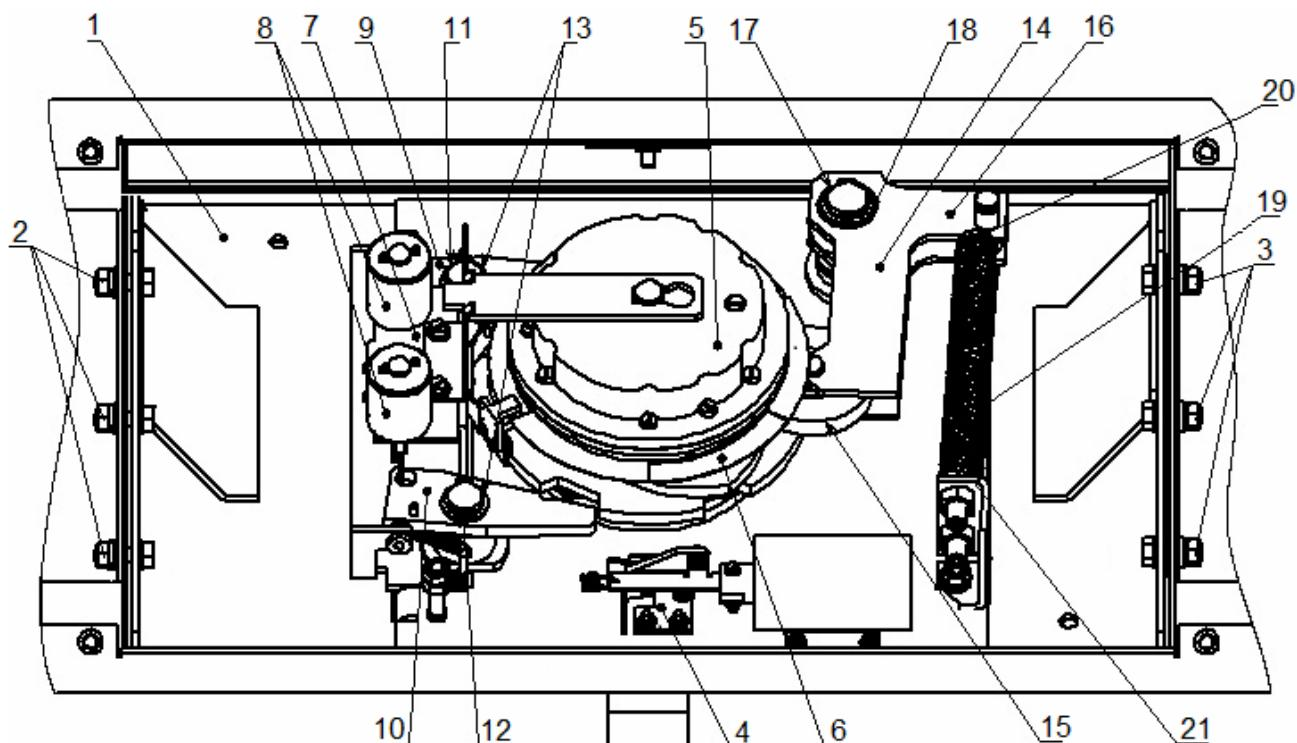

Рисунок 16. Узел вращения преграждающих планок турникета
6. Осмотрите узел вращения преграждающих планок турникета (см. рис. 16): устройствоворота (толкатель, пружины и ролик), оптические датчики поворота преграждающих планок и демпфирующее устройство.
7. Удалите чистой ветошью, смоченной спирто-бензиновой смесью, возможное загрязнение с поверхности кольца контрольного (6, рис. 16), находящегося в зазоре оптических датчиков поворота преграждающих планок.
- смазкой **Chain and Rope Lube Spray - WEICON** оси вращения рычага толкателя (17, рис. 16) ролика (15, рис. 16) и стопоров (11, 12, рис. 16);
- смазкой **Chain and Rope Lube Spray - WEICON** детали механизма аварийного открытия прохода (4, рис. 16).
- смазкой ШРУС-4 точки крепления пружинворота (20, 21, рис. 16),
12. Проверьте крепление преграждающих планок (5) в шарнирных узлах турникета и, при необходимости, подтяните крепежные винты.
15. Установите на место крышку (3) в порядке, обратном снятию и зафиксируйте ее винтом.